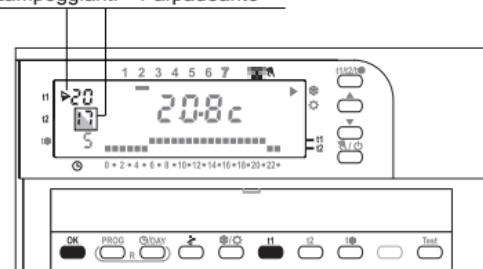

fig. 17
b) **To fix the maximum temperature limit only:** press **t1**; the **t1** value will be fixed on the display, with the indicator ► blinking alongside (fig. 17). Press **OK** to confirm: the chronothermostat will revert to the currently activated program.
b) **Pour fixer uniquement la valeur de température maximale :** appuyer sur la touche **t1**; l'afficheur bloque la valeur de **t1**, accompagnée par l'indice ► qui clignote (fig. 17). Appuyer sur la touche **OK** pour confirmer: le chronothermostat revient au programme de fonctionnement en cours.
b) **Um nur den max. Temperaturwert zu begrenzen:** betätigen Sie die Taste **t1**; der Wert **t1** wird neben dem blinkenden Pfeil ► angezeigt (Abb. 17). Zur Bestätigung drücken Sie die Taste **OK**: der Zeitthermostat stellt auf den aktuellen Betrieb zurück.
**b) Per fissare il solo valore massimo di temperatura:** premere il tasto **t1**; sul display si blocca il valore di **t1**, affiancato dall'indice ► lampeggiante (fig.17). Premere il tasto **OK** per confermare: il cronotermostato torna al programma di funzionamento in corso.
**b) Para fijar sólo el valor máximo de temperatura:** presionar la tecla **t1**; en el display el valor de **t1** se bloquea y el índice ► que está al lado parpadea (fig.17). Presionar **OK** para confirmar: el cronotermostato vuelve al programa que se está utilizando.